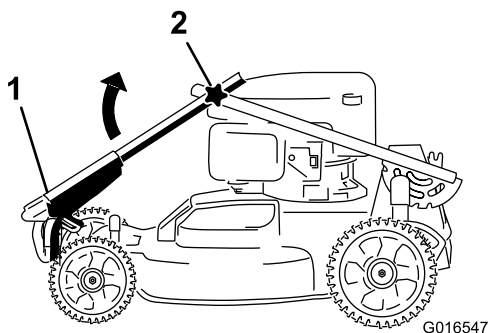
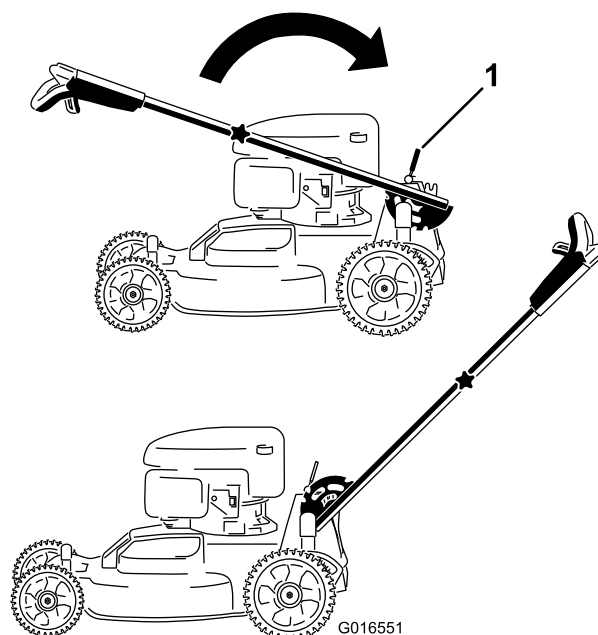

Figure 3
Figure 4
1. Faites pivoter la partie supérieure du guidon de sorte à l'emboîter sur la partie inférieure (Figure 3), puis serrez les deux boutons du guidon pour bloquer la partie supérieure en position (Figure 4).
2. Relâchez le levier de blocage du guidon (Figure 4).
3. Tirez le guidon vers l'arrière et bloquez-le en position (Figure 4).